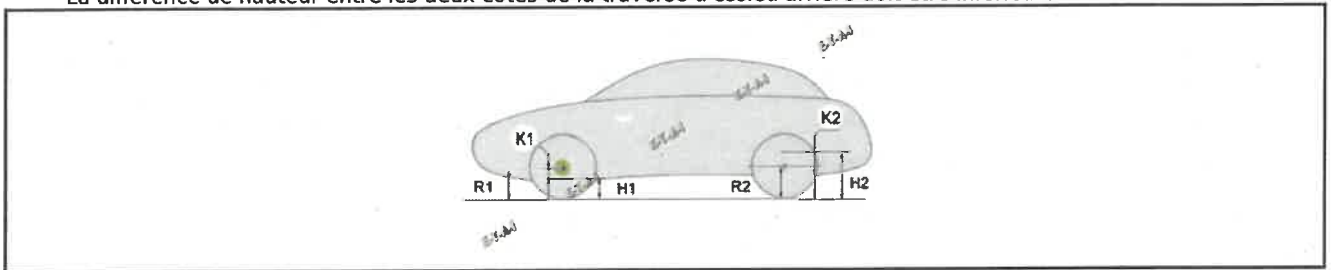

Fig. 1
- "R1" : Rayon de roue avant (Fig. 1).
- Fig. 1